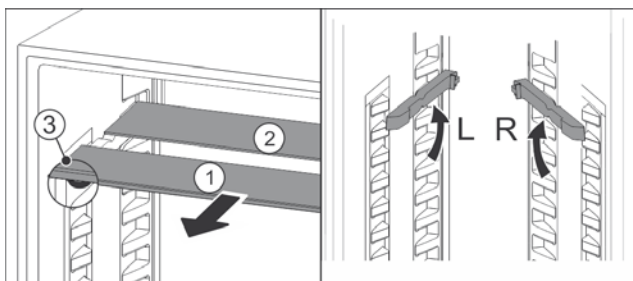

Fig. 74
- По одной извлеките Fig. 74 (1) стеклянные панели движением вперед.
- ▷ Стеклянная панель Fig. 74 (1) с декоративной планкой лежит спереди.
- ▷ Стопоры Fig. 74 (3) показывают вниз.